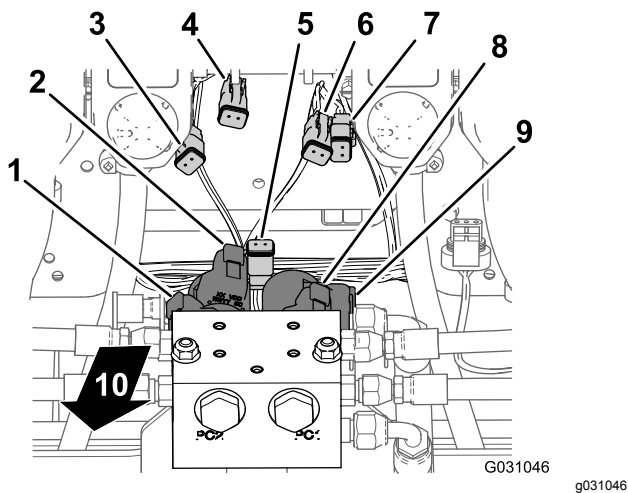
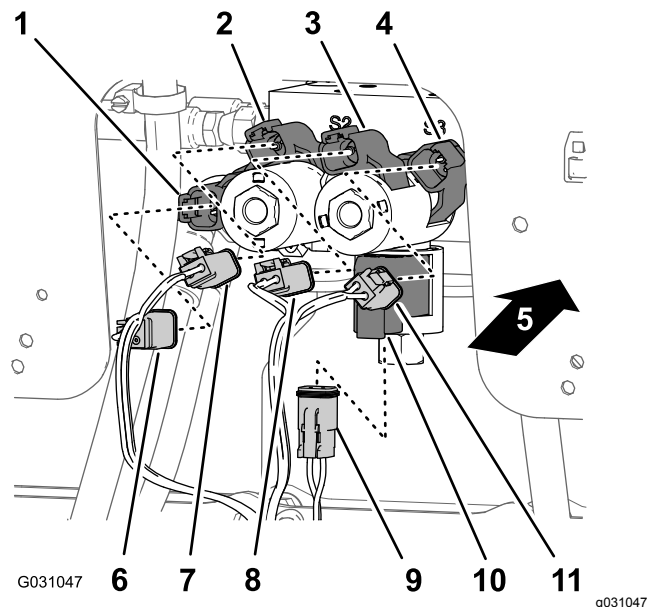

图 104
图 105
- 在提升油缸阀箱的底部将标有**接合电磁头**的后线束 2 插槽接头连接至接合电磁头的 2 针接头图 104 和图 105。
- 在右侧-降下方的电磁头将标有**右侧-降下**的后线束 2 插槽接头连接至右侧-降下电磁头的 2 针接头图 104 和 图 105。
- 在右侧-提升方的电磁头将标有**右侧-提升**的后线束 2 插槽接头连接至右侧-提升电磁头的 2 针接头图 104 和 图 105。
- 在左侧-降下方的电磁头将标有**左侧-降下**的后线束 2 插槽接头连接至左侧-降下电磁头的 2 针接头图 104 和 图 105。